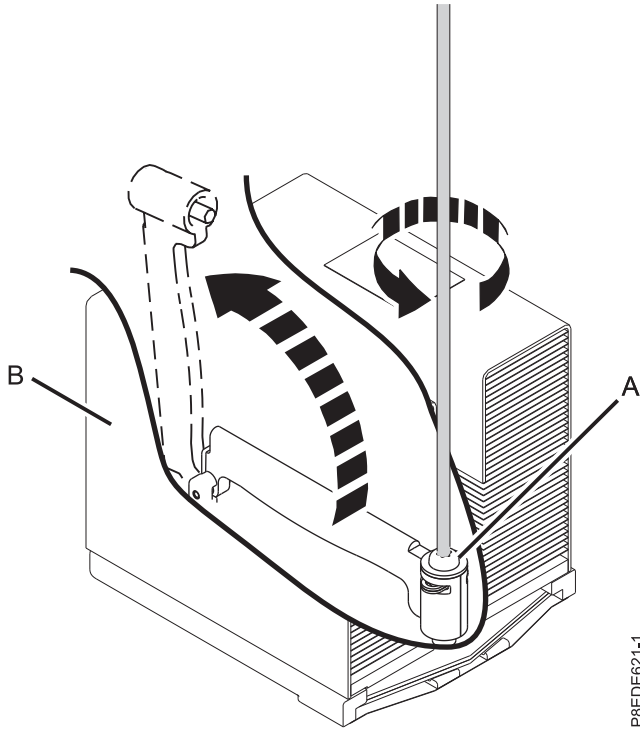

Figure 5. Desserrage de la vis du bras de chargement du dissipateur thermique
6. Desserrez la vis du bras de chargement (A) du dissipateur thermique du processeur système (B) que vous êtes en train de retirer à l'aide de la clé Torx T20 fourni (référence 00LR425). Le bras de chargement pivote vers le haut, dans la direction indiquée dans la figure 5, à la page 8.